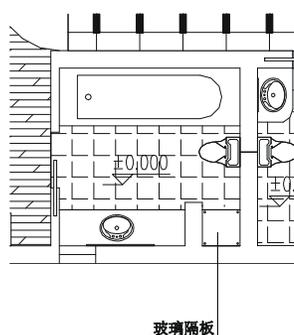
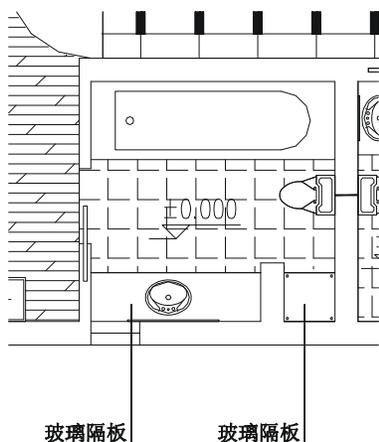

图 6-1-83
图 6-1-84
**STEP 03** 在该对话框中将字体设为宋体, 文字高度设为 150, 并在下面的文字输入框中输入“玻璃隔板”, 单击“确定”按钮, 其结果如图 6-1-83 所示。
**STEP 04** 使用复制命令 COPY 将如图 6-1-83 所示的文字标注 ,复制一个放在该文字标注的左边的洗手盆的台面 ,如图 6-1-84 所示。